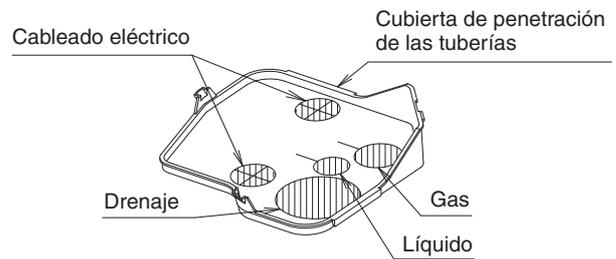

Fig.19
- En caso de conectar la tubería de forma ascendente, extraiga la cubierta de penetración de la tubería, perforo orificios para la tubería de penetración cortando la cubierta con un cortador, como por ejemplo con unas tijeras. Tras colocar la tubería a través de la cubierta, instale la cubierta de la unidad interior. (Refiérase a la Fig. 19)